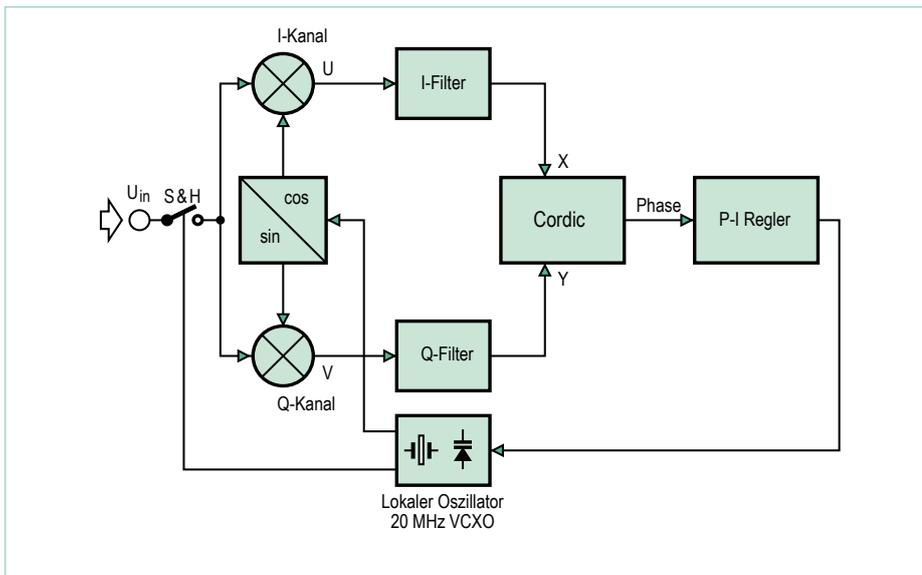

Bild 7. Blockschaltung der PLL.
Wer mag schon Kabel und Drähte? Sie sind immer zu kurz oder verknotet oder haben den falschen Stecker am Ende. Heute gibt es viele drahtlose Optionen und eine davon ist Bluetooth (BT). Mein PC hat BT. Falls Ihrer das nicht hat, reicht das Einstecken eines kleinen BT-Sticks. Selbst Platino kann man einfach verbTEN, wenn man lediglich eine serielle Schnittstelle in Luft verlegen will. In Elektor wurden schon einige BT-Module von Rayson verwendet, die das können. Sie sind zwar teuer und schlecht dokumentiert, aber Letzteres kann einen Elektroniker ja nicht stoppen [4]. Zum Anschluss eines BTM220, BTM222, BTM112 etc. braucht es einen Pegelwandler für RX und TX, da es 3,3-V-Module sind. Wie so etwas gemacht wird, wurde schon in Elektor gezeigt [5]. Bild 7 dient als Spickzettel. Ich
Bild 7. Pegelwandlung für das Bluetooth-Modul von Rayson. Es eignet sich jedes Bluetooth-Modul, das mit dem Serial Port Profile (SPP) umgehen kann, und das sind die meisten.